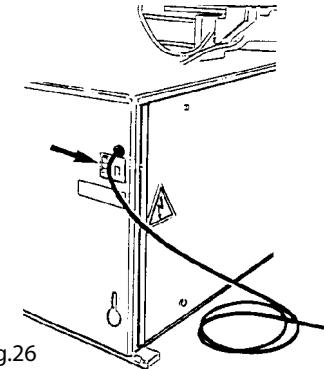

fig.26
la indicata sulla targa della macchina (come indicato in fig.26).
- Check that the mains supply tension is the same as that shown on the registration plate (as shown in fig. 26).
que de l'appareil (voir fig. 26).
- Die Übereinstimmung der Leitungsspannung mit der auf dem Matrikelschild angegebenen überprüfen (wie in Abb. 26 angegeben).
- Controle la conformidad entre la tensión de línea y a quella indicada sobre la chapa de la máquina (como indica la fig. 26).